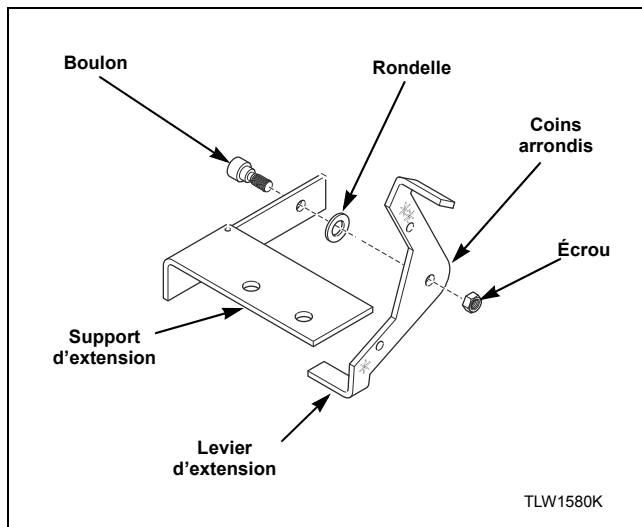

Figure 18
3. Installer le levier d'extension avec les coins arrondis éloignés du support d'extension, en utilisant un boulon, une rondelle et un écrou. Se reporter à la *Figure 18*.